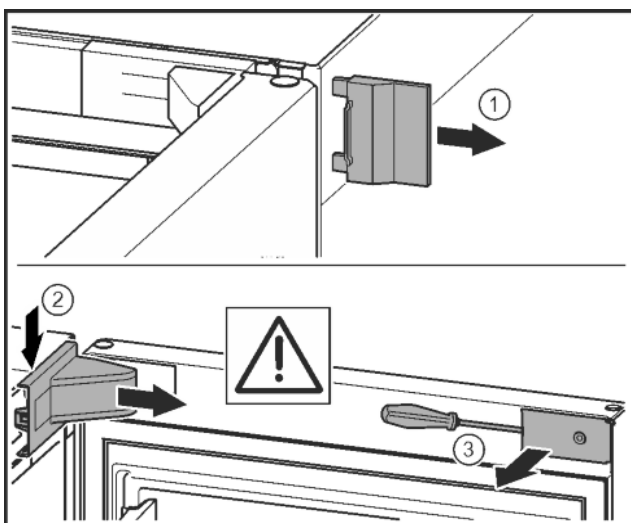

Fig. 11*
- ▶ Sejměte vnější kryt.* Fig. 11 (1)
- ▶ Odjistěte a uvolněte kryt stojanu ložiska. Sejměte kryt stojanu ložiska.* Fig. 11 (2)
- ▶ Plochým šroubovákem odjistěte lištu a otočte ke straně.* Fig. 11 (3)